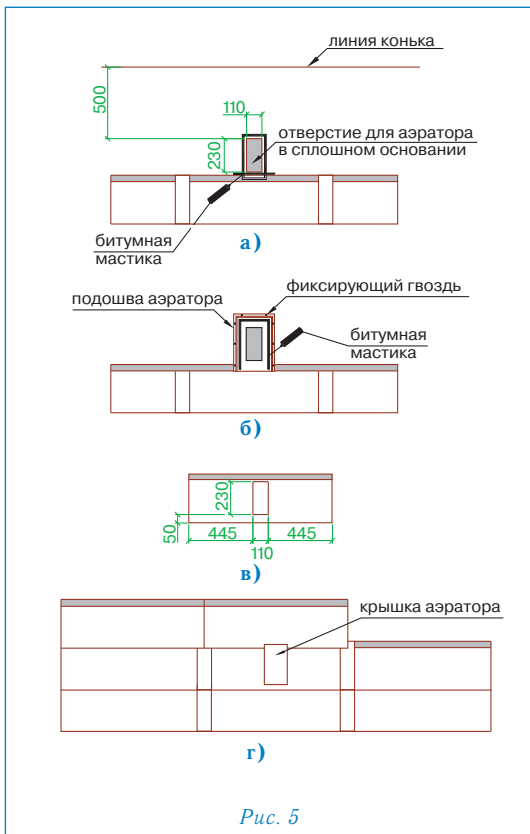

Рис. 5
### Установка аэратора (рис. 5)
- В сплошном основании кровли прорезается отверстие 110 × 230 мм, расположенное согласно рис. 5а;
- корпус аэратора устанавливается поверх отверстия и фиксируется гвоздями из нержавеющей стали; по верхней и боковым сторонам подошвы корпуса также наносится битумная мастика (рис. 5б);
- далее укладывается очередной ряд черепицы; подошва аэратора при этом закрывается листом ПРЕСТИЖ НОВЫЙ РИМ с заранее прорезанным в нем отверстием (рис. 5в);
- на корпус аэратора устанавливается крышка, которая фиксируется нажатием (до щелчка) (рис. 5г).